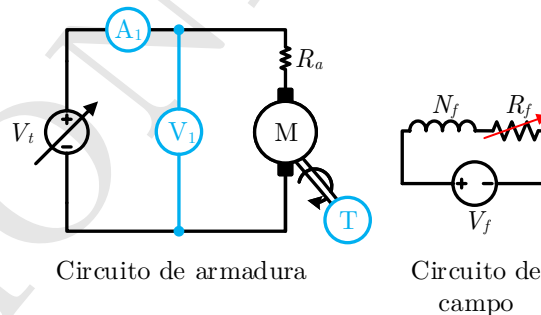

Figura 1: Motor conectado con excitación separada. Se deben tomar lecturas de  $I_a$  y  $V_t$ .
1. Armar el circuito mostrado en la Figura 1. El arreglo es un motor con excitación separada con un amperímetro en serie con la fuente y un voltímetro a través de sus terminales.